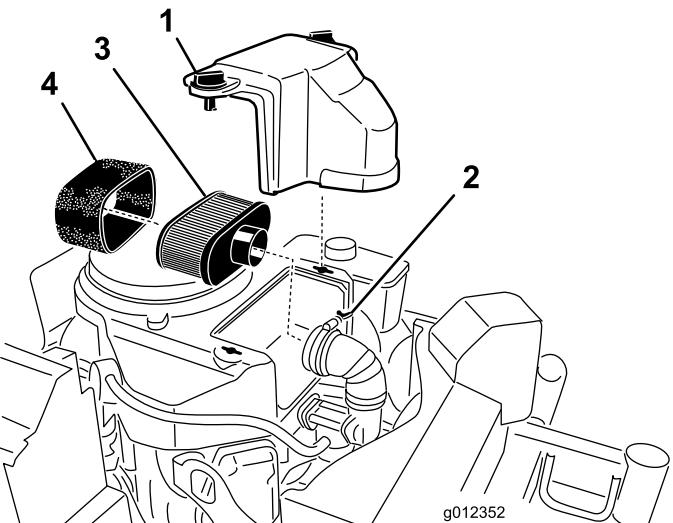

Figure 30
2. Nettoyez la surface autour du filtre à air pour éviter que des impuretés n'endommagent le moteur en tombant à l'intérieur (Figure 30).
3. Tournez les boutons du couvercle de 1/4 tour dans le sens antihoraire et déposez le couvercle du filtre à air (Figure 30).
4. Tournez la vis à oreilles du collier de flexible dans le sens antihoraire pour séparer le filtre à air du conduit d'admission (Figure 30).
5. Sortez délicatement l'élément en mousse de l'élément en papier (Figure 30).
1. Vérifiez que l'élément n'est pas déchiré, couvert d'une pellicule grasse ou endommagé (Figure 30).
- Vérifiez que l'élément n'est pas déchiré ou couvert d'une pellicule grasse, et que le joint de caoutchouc n'est pas endommagé (Figure 30).
- Glissez délicatement l'élément en mousse sur l'élément en papier (Figure 30).
- Alignez le filtre à air sur le conduit d'admission et fixez-le en place au moyen du collier de flexible (Figure 30).
- Alignez le couvercle du filtre à air sur le capot du moteur et fixez-le en tournant les boutons de 1/4 tour dans le sens horaire (Figure 30).